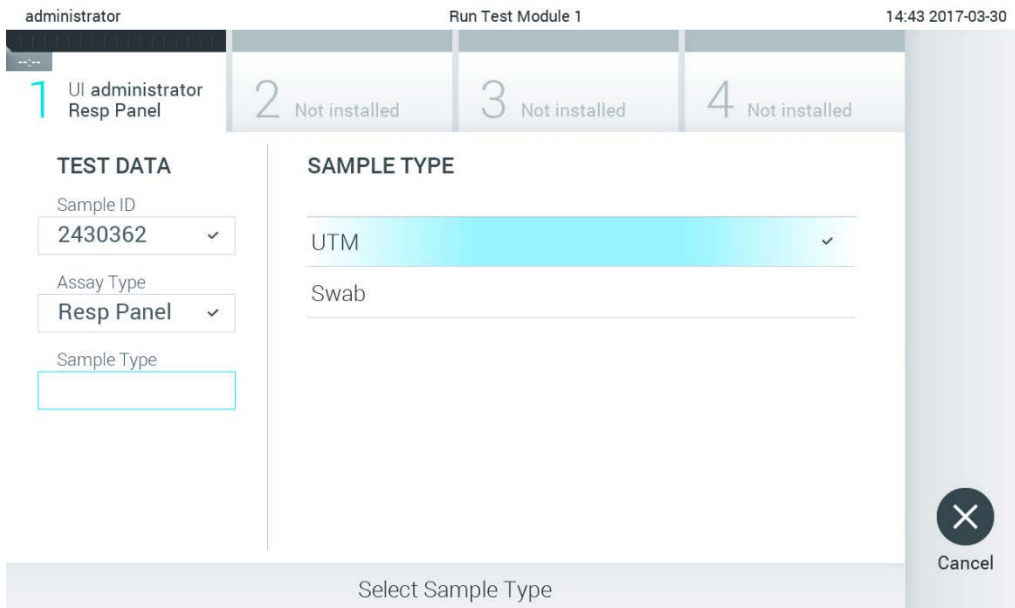

Рис. 25. Выбор типа пробы.
4. При необходимости выберите нужный тип пробы в списке (рис. 25).